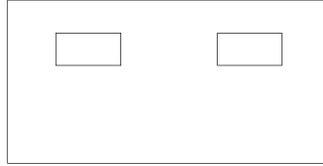

Figure 39. exo Xref
- dessiner un rectangle ((20,30) et (@20,10)). Ensuite avec la commande Miroir, faire la symétrie du rectangle . Enregistrer. Fermer. (Figure 39)